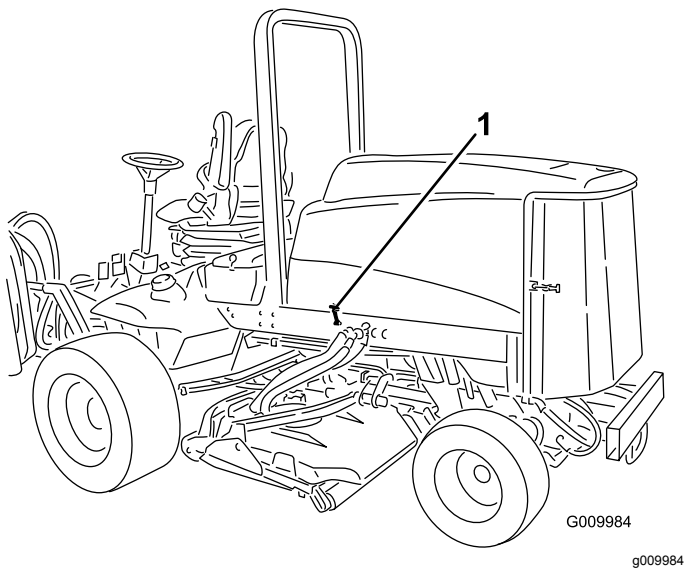

Figura 21
1. Solte os trincos do capot (Figura 21) e levante o capot.